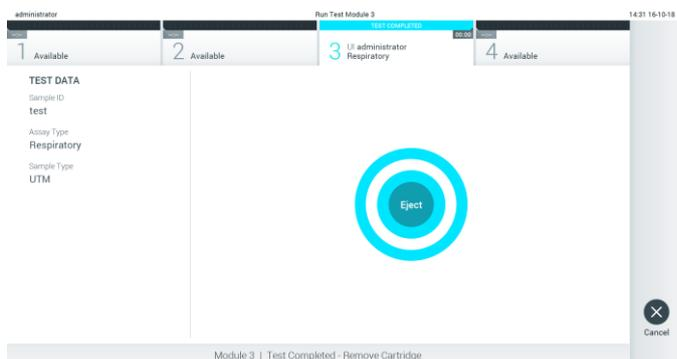

Figure 29. Affichage de l'écran Eject (Éjection).
10. Une fois l'analyse terminée, l'écran Eject (Éjection) apparaît (figure 29). Appuyez sur  Eject (Éjecter) sur l'écran tactile pour retirer la cartouche de dosage QIAstat-Dx puis éliminez-la en tant que déchet biologique dangereux conformément à l'ensemble des réglementations et législations nationales, régionales et locales en matière de santé et sécurité.